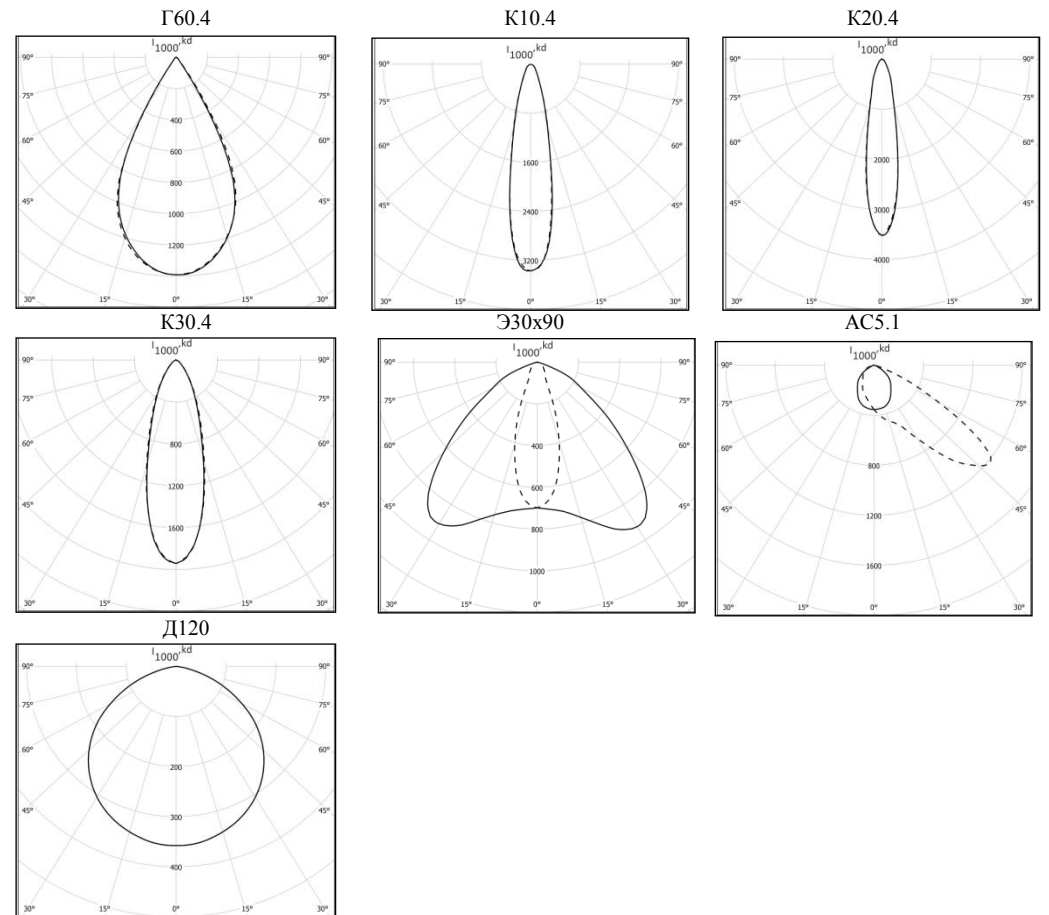

Рисунок 8
C – условное обозначение кривой силы света, см. рис.8;
2.10 Кривые силы света см рис.8. Полный перечень кривых силы света для прожекторов см. на ресурсе <https://galad.ru/catalog/>